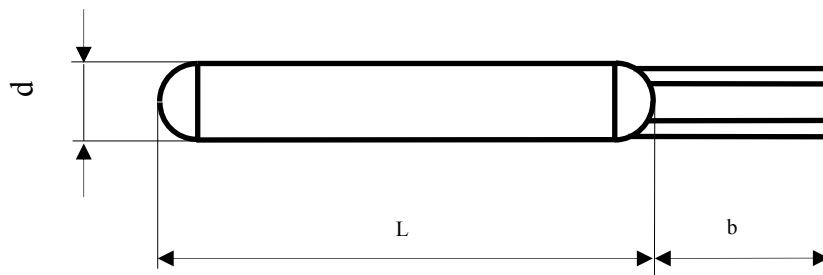

Рисунок 1. Основные размеры ЭЧП 001 модель 1 и модель 2
- Основные размеры и схемы соединения ЭЧП 001 приведены на рис. 1 и 2.